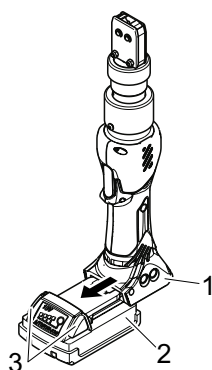

Fig. 18: Retirada de la batería
- ▶ Pulse los botones (Fig. 18/3) y saque la batería (Fig. 18/2) de las tenazas de contracción CP 10 / CP 20 / CC 20 (Fig. 18/1).